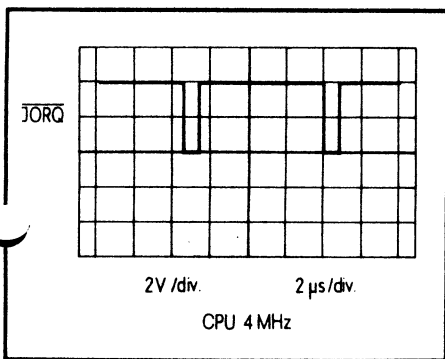

Bild 8. So sieht das Signal an IORQ aus
- auch wenn diese noch nicht angeschlossen ist. Fehlen die Pulse, so liegt ein Fehler auf der Platine vor. Siehe auch Pulsdiagramm Bild 8.